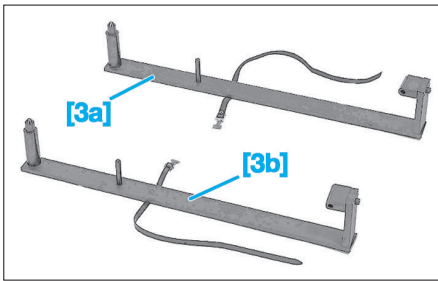

Fig. 64
- [3a]. Outil de positionnement du train arrière côté gauche (Fig.64) :